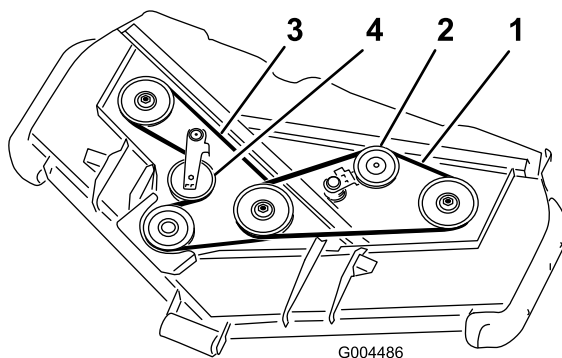

図 58
3. バールなどの工具を使って上ベルト用アイドラ・プーリ(図 58)をベルトから引き離してベルトの張りをなくす。
4. 図 58 のように、ギア・ボックス・プーリ、下ベルト用スピンドル・プーリ、アイドラ・プーリに新しいベルトを回しかける。
5. 図 58 のように、上ベルト用スピンドル・プーリとアイドラ・プーリ・アセンブリに新しいベルトを回しかける。